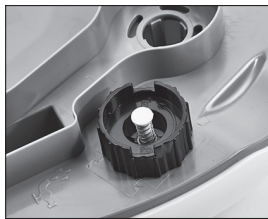

Рис. 2
- Наполняйте резервуар чистой водой (рис. 2) и содержите прибор в чистоте. В случае длительного неиспользования прибора вылейте воду из бака и поддона прибора.